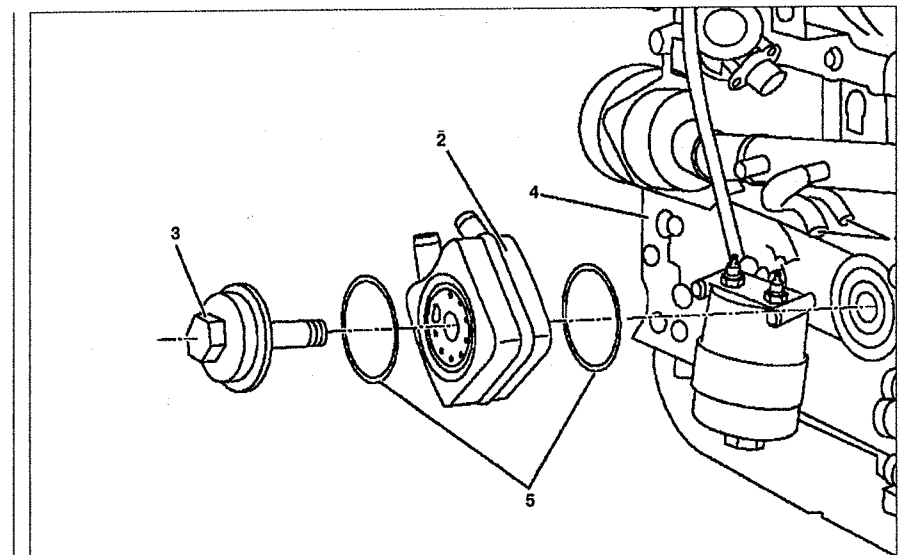

Рис. 3.32. Масляный радиатор:
2. Отсоедините патрубки системы охлаждения 1 от масляного радиатора 2 (см.рис.3.32).